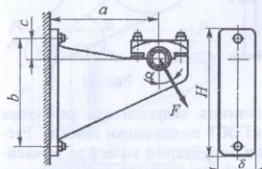

Рис. 28
3. Рассчитать болты крепления чугунного кронштейна с подшипником (рис. 28) к кирпичной стене по данным табл. 28. Недостающими данными задаться.